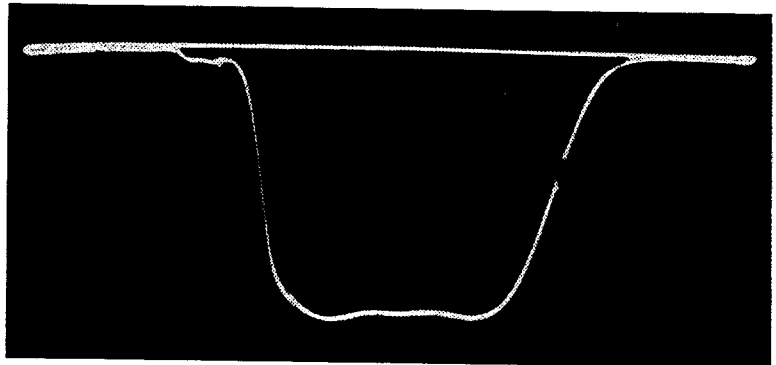

Bild 9 Durchlaßkurve mit Marken für Bild- und Tonträger
- g) Marke auf den ZF-Tonträger abstimmen. Sie muß dann auf der Tontreppe in der Nähe der anstehenden Flanke liegen. Gegebenenfalls Amplitude etwas aufdrehen, damit sie erkennbar bleibt. Nun schaltet man den Markengeber eine Stellung weiter auf „Quarz 5,5 MHz“. Dadurch wird eine 2. Marke im Abstand von genau 5,5 MHz geschrieben, die den Bildträger kennzeichnet. Sie soll auf halber Höhe der anderen Flanke der Durchlaßkurve (der sog. Nyquistflanke) liegen. Bild 9